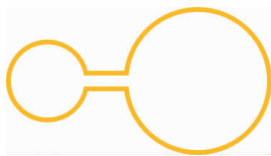

图 1-4-5
2. 如图 1-4-5 所示, 大金属环的半径是小金属环半径的 2 倍. 穿过大金属环的磁通量变化率为  $\frac{\Delta\Phi}{\Delta t}$  时, 大金属环中的感应电动势为  $E$ . 穿过小金属环的磁通量变化率也为  $\frac{\Delta\Phi}{\Delta t}$  时, 小金属环中的感应电动势为 \_\_\_\_\_.